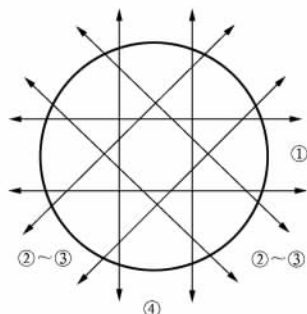

图 3-40 打磨机的移动方向
打磨机具的移动方向(图 3-40):先如①所示左右移动;再如②~③所示斜度移动;然后再如④所示上下移动;最后再左右移动,以达到最平滑的研磨面。